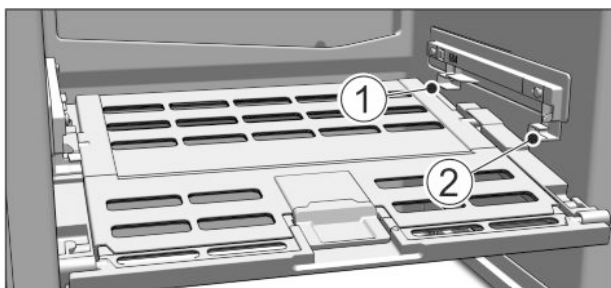

Fig. 16
- ▶ Introduceți capacul Fructe & legume mereu proaspete: Introduceți de jos ghidajele capacului în suportul de sprijin din spate Fig. 16 (1) și cuplați-le în față în suportul de sprijin Fig. 16 (2).